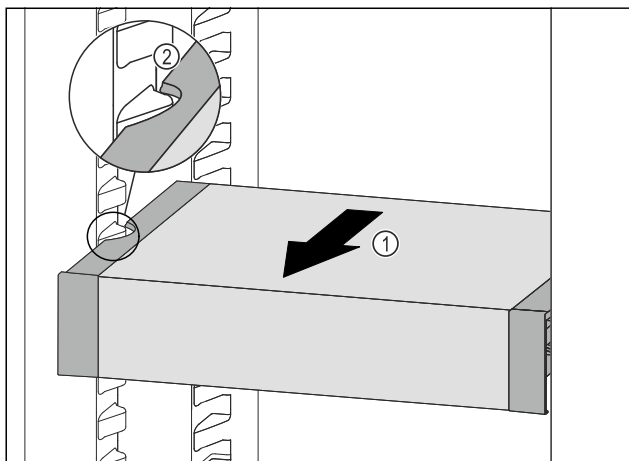

Fig. 111
- VarioSafe naar voren trekken Fig. 111 (1), tot de uitsparingen aan de zijkant van de VarioSafe zich ter hoogte van de rib in het koelgedeelte bevinden. Fig. 111 (2)